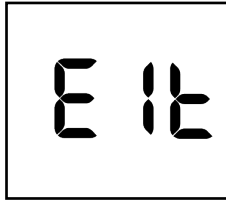

Abb. 18
- Drücken Sie die Taste ⏻ , um den Bildschirm zu verlassen. (Siehe Abb. 18)